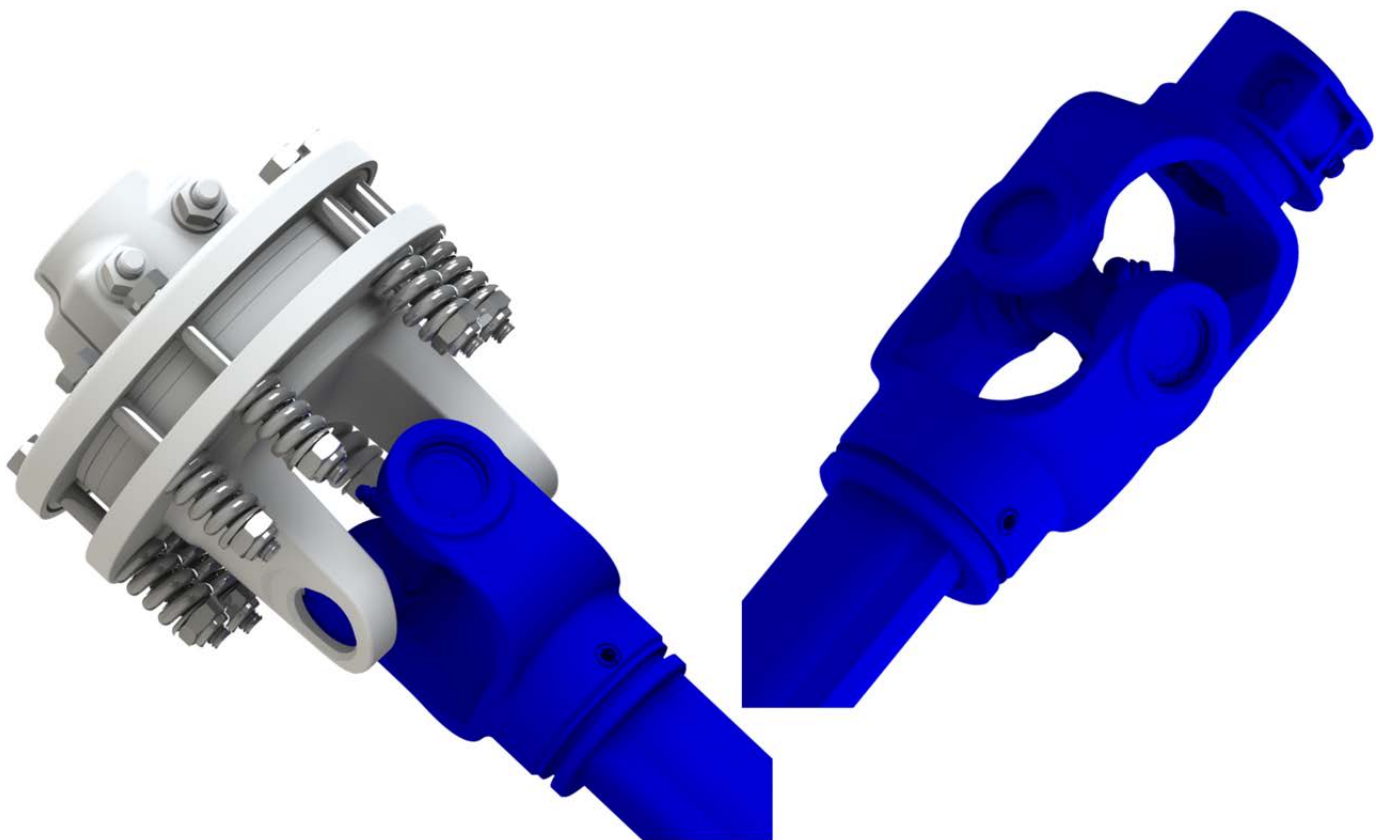

Figura 18. Paso 6 de Desmontaje
6. Tire hacia afuera de las lengüetas adyacentes al casquillo dividido para retirar los cojinetes de ambos extremos del eje de transmisión. Consulte la *Figura 18* para ver una imagen del eje de transmisión desmontado.